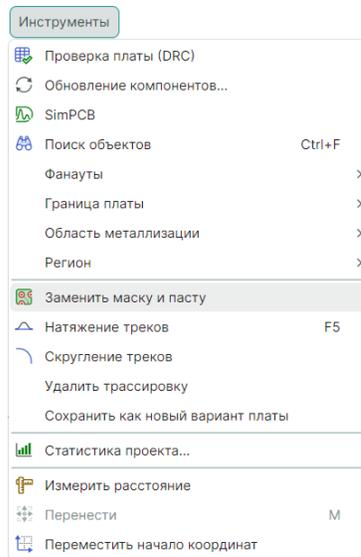

Рис. 582 Вызов инструмента «Заменить маску и пасту» из главного меню
2. Нажмите на кнопку «Заменить маску и пасту», обозначенную символом  на панели инструментов «Плата», или в главном меню «Инструменты» → «Заменить маску и пасту», см. Рис. 582.